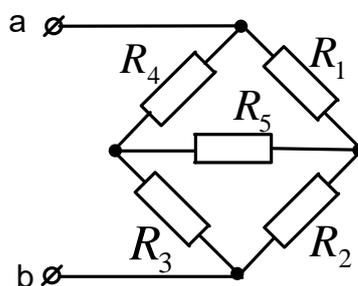

Рисунок 10
**Задача 7.** Определить эквивалентное сопротивление схемы (рис.10) относительно зажимов ab, если  $R_1=600\text{Ом}$ ;  $R_2=1200\text{Ом}$ ;  $R_3=800\text{Ом}$ ;  $R_4=800\text{Ом}$ ;  $R_5=1200\text{Ом}$ .